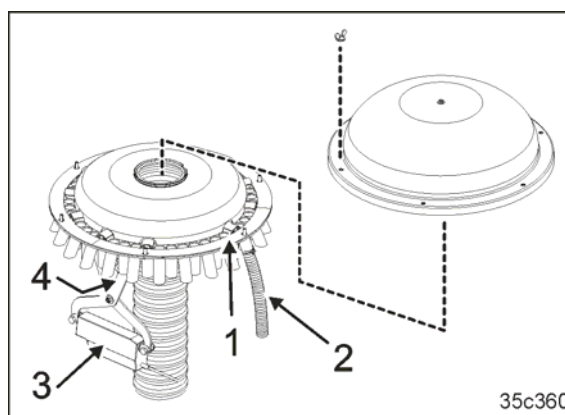

Bild 99
- spärrar körspårskopplingen på fördelarhuvudet via spjället (Bild 99/1) tilldelningen av utsäde till utsädesledningarna (Bild 99/2) i körspårsbillen
Tillförsel av utsäde till körspårsbillarna avbryts genast när elmotorn (Bild 99/3) stänger av motsvarande utsädesledning (Bild 99/2) i fördelarhuvudet.
En sensor (Bild 99/4) kontrollerar om spjället (Bild 99/1) som öppnar och stänger utsädesrören (Bild 99/2) fungerar normalt.